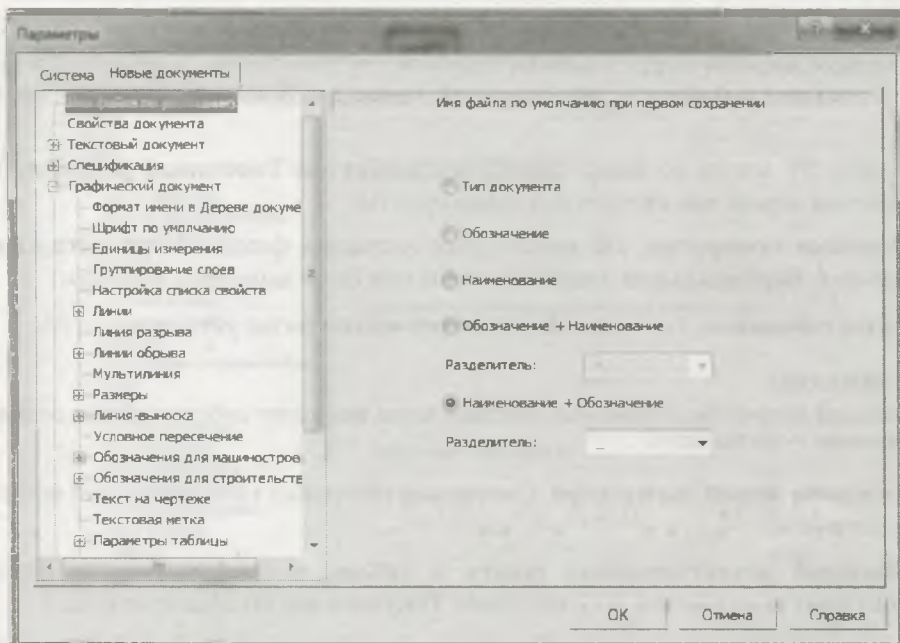

Рис. 17.12. Диалоговое окно Параметры с открытой вкладкой Новые документы и панелью Имя файла по умолчанию
- ◆ в левой части вкладки окна щелкните ЛК мыши по пункту **Имя файла по умолчанию**. В правой части откроется панель **Имя файла по умолчанию при первом сохранении** (рис. 17.12). На этой панели выберите один из вариантов имени файла. Автор выбирает вариант **Обозначение + Наименование**;